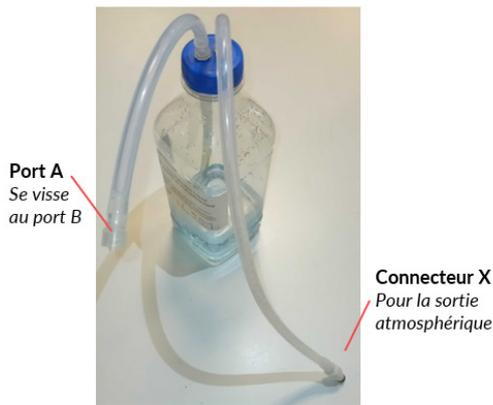

Fig. 1 : La bouteille vissée avec le bouchon et ses deux tuyaux
4. Retirer le bouchon puis mettre le bouchon avec les deux tuyaux sur la bouteille de thermalisation (**Fig. 1**).
- Visser le port A avec le port B (Fig. 1 et 2),
- Enfoncer jusqu'au clic le connecteur X au port de sortie atmosphérique à l'arrière de Chronos Dx (Fig. 1 et 3).